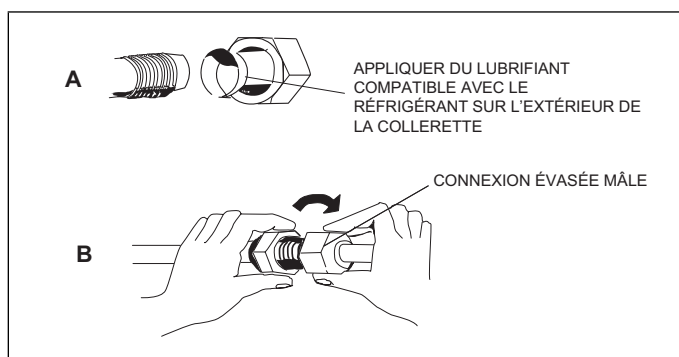

Figure 27. Réalisation des connexions mâles-femelles
15. Aligner les conduites de réfrigérant évasées sur les connexions filetées. Commencer par serrer légèrement les écrous évasés pour assurer qu'ils s'engagent correctement comme illustré à la «Figure 27. Réalisation des connexions mâles-femelles».